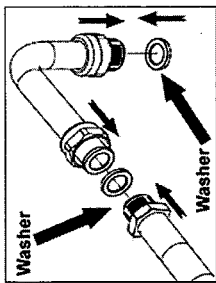

FIGURE 7
- \* Les joints métalliques doivent être utilisés conformément aux normes. (Voir figure 7).